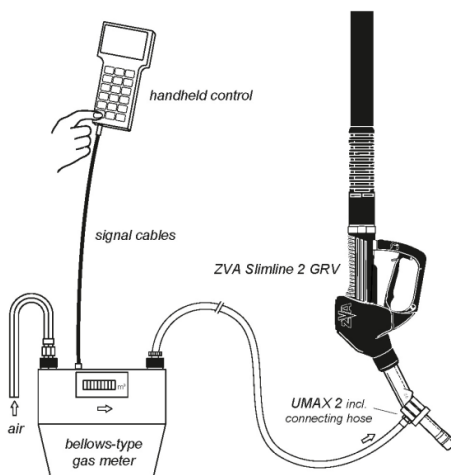

Abbildung 87 – Verbindung der Zapfpistole mit dem Adapter und dem Gaszähler
die Kommunikation der Zapfsäule mit der Kasse abschalten zu müssen. Hierbei handelt es sich um einen Trockentest, sog. „dry test“, bei dem der Kraftstoffdurchfluss nur simuliert wird. Um den Test zu starten ist nur eine Manager-Service-Fernbedienung notwendig. Für die Luftmengenmessung im Dampfabsaugsystem ist ein Gaszähler mit Adapter für die Zapfpistole zu verwenden, z. B. TATSUNO VAPOUR RECOVERY KIT (TATSUNO EUROPE) oder SELF ADAPTION SET FOR VAPOR RECOVERY Typ MKNE-1094 (BÜRKERT) - siehe Abbildung 87.
- 2) Die Pistole aus der Halterung nehmen und an die Düse den Adapter des Referenzgaszählers aufsetzen (siehe Abbildung 87, Adapter UMAX2). Bei Pistole von Elaflex die Pistole in die gleiche Position mit der Düse nach unten bringen, damit sich das ON/OFF-Ventil in der Pistole geöffnet. Bei einer Tatsuno-Pistole im oberen Bereich einen Magnet anlegen, damit sich das ON/OFF-Ventil in der Pistole öffnet – siehe Abbildung 81.